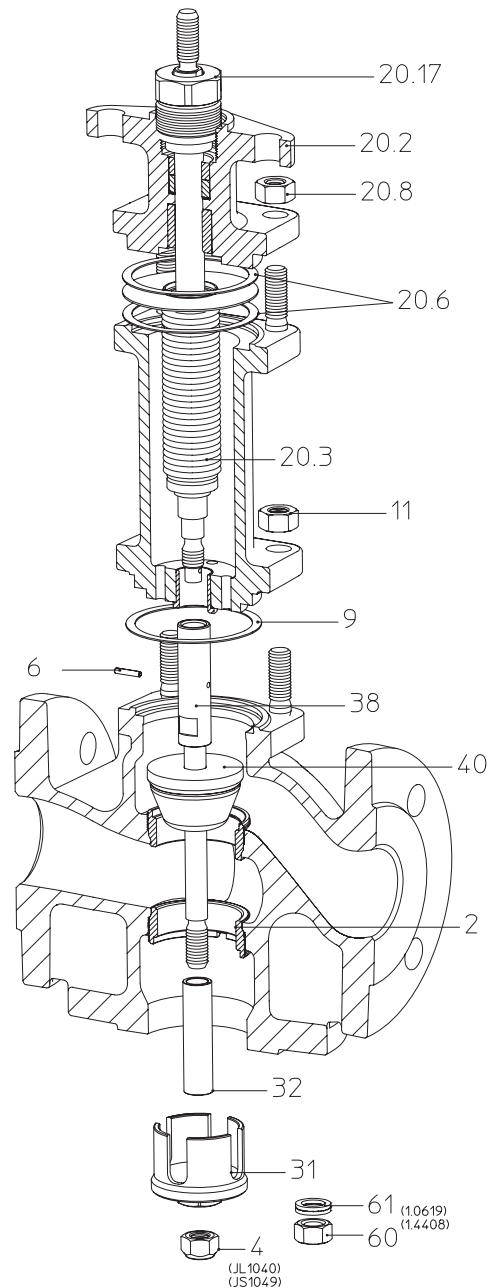
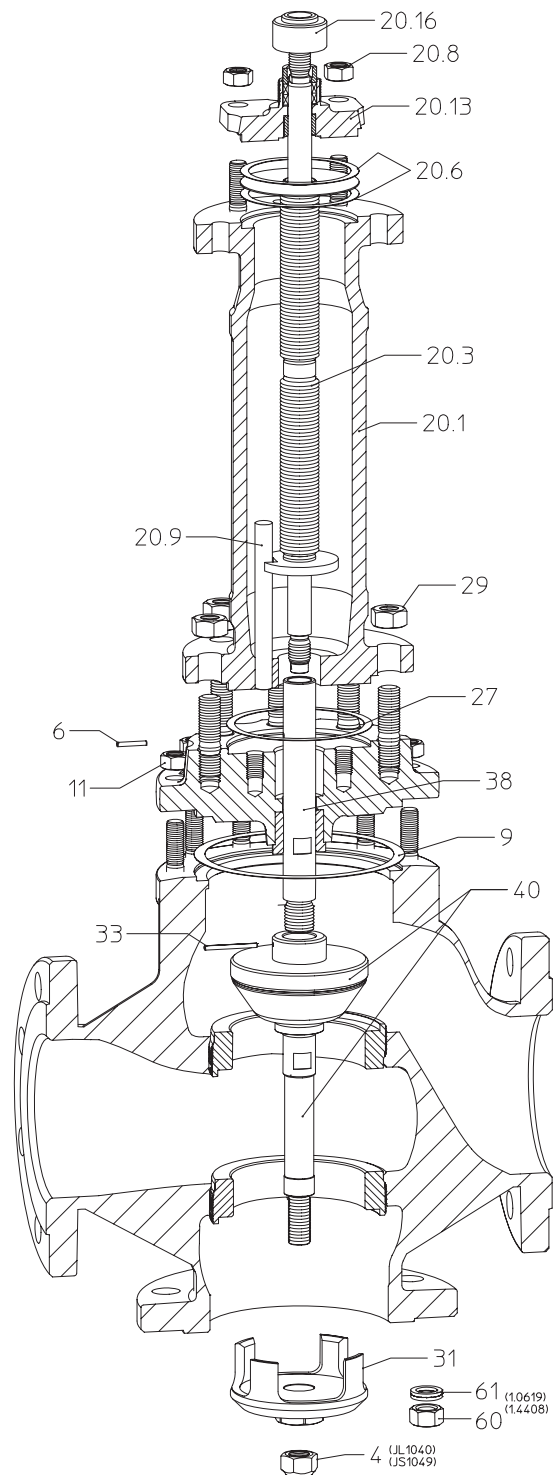

Рис. 18:
Рис. 19:
- Вывинтите нижнее уплотнительное кольцо (поз. 2) (с учетом п. 7.2) - необязательно, если модель вертикальная (Рис. 18, Рис. 19).